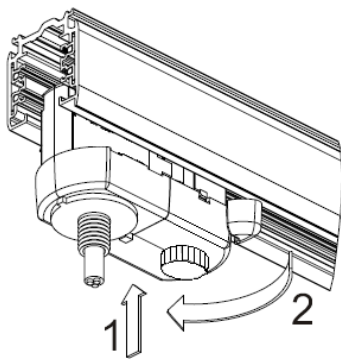

Рис. 2
- 4.5 Зафиксировать адаптер путем поворота фиксатора, расположенного на нем (рис.2).